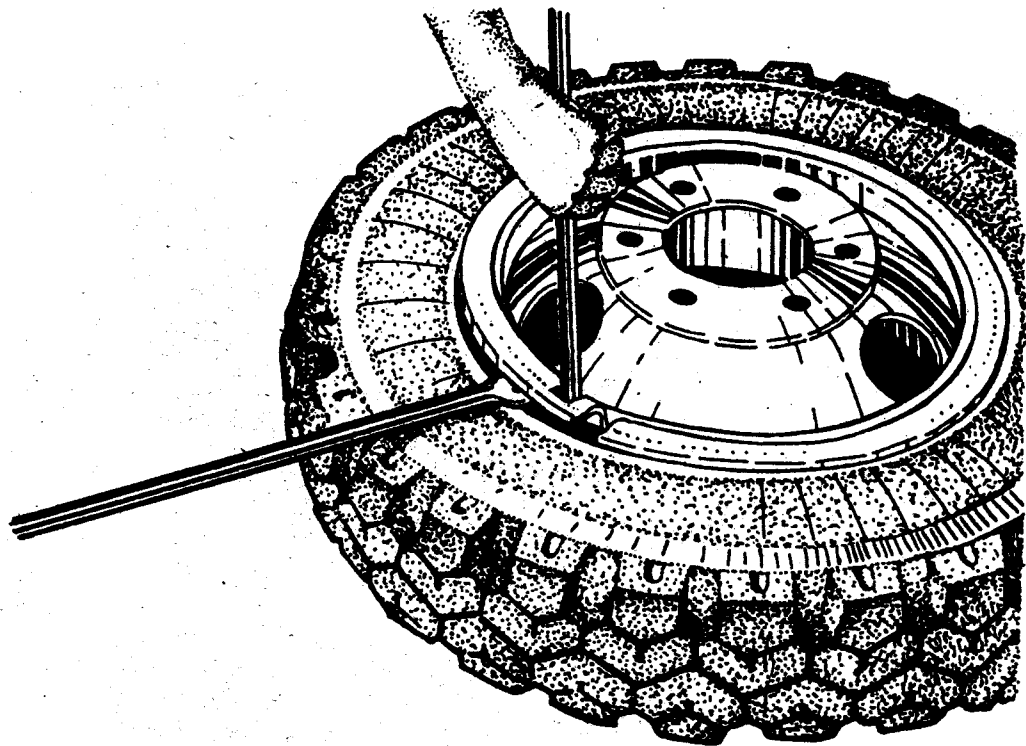

Рис. 73. Установка прямой лопатки в прорезь бортового кольца
5. Вставить конец прямой лопатки в прорезь на бортовом кольце, отжать его из замочной канавки, одновременно приподнимая его вверх вилочной лопаткой (рис. 73).